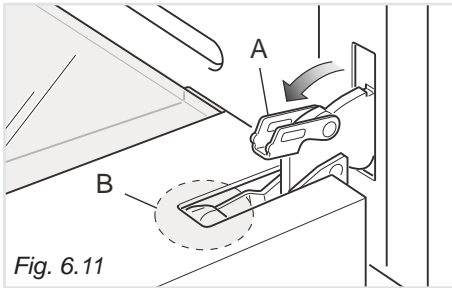

Fig. 6.11
- Låsebøylene "A" åpnes på høyre og venstre side (Fig. 6.11).
- Lukk forsiktig ovnsdøren intill venstre og høyre låsebøyler hektes til hengslene "B" på ovnsdøren (Fig. 6.11, 6.14).